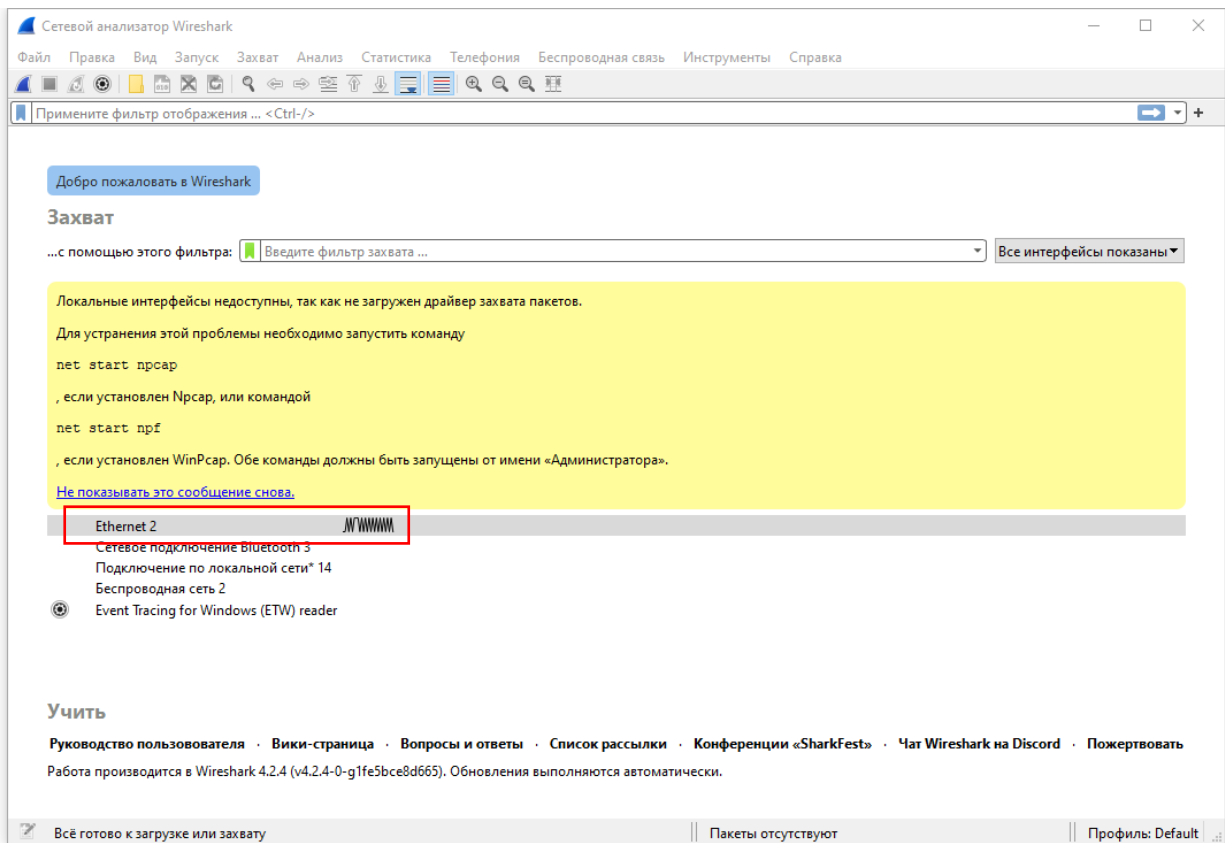

Рис. 103. Главное окно «Wireshark»
26) В главном окне выбрать сетевой интерфейс, который подключен к Моха (рис. 103).